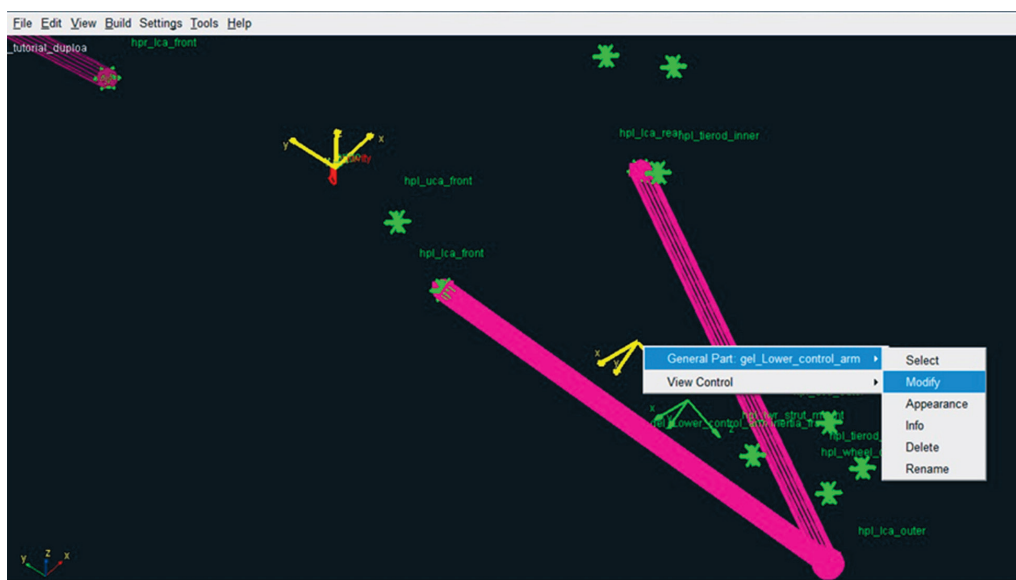

Figura 5.28 – Opção para atualização das propriedades do *General Part Lower\_control\_arm* a partir da opção *Modify*.
- Em seguida, na tela principal do software, clique com o botão direito do mouse sobre o *General: Part gel\_Lower\_control\_arm*. Em seguida, clique em *Modify* (Figura 5.28).